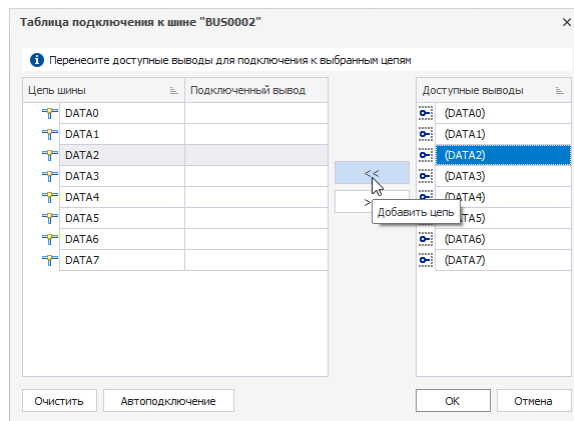

Рис. 188 Выбор цепи и соответствующего ей вывода
1. Выбрать нужную цепь в левой части окна и соответствующий ей вывод в правой части окна, см. Рис. 188.